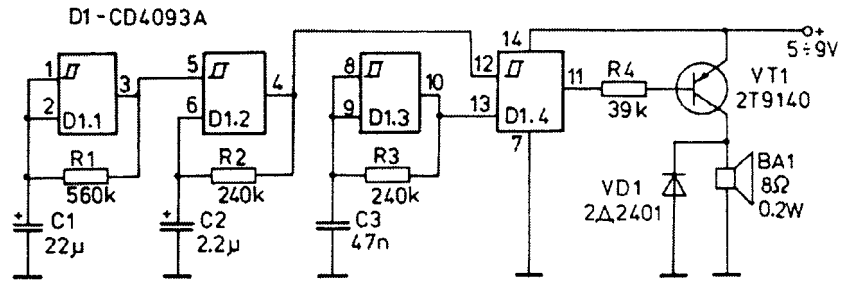

рис. 11
**“Звуковой сигнализатор с разделением на два сигнала”** Ц. Манойлова (Радио Телевизия Электроника, 7/2001, с.28) используют, когда необходимо один звуковой сигнал выделить среди других. Схема (рис. 11) разработана и смонтирована для использования в физиотерапевтических аппаратах для звуковой сигнализации окончания времени процедуры, но ее можно использовать и в других приборах и устройствах. В данном устройстве применена популярная CMOS ИМС типа 4093А (К561ТЛ1).